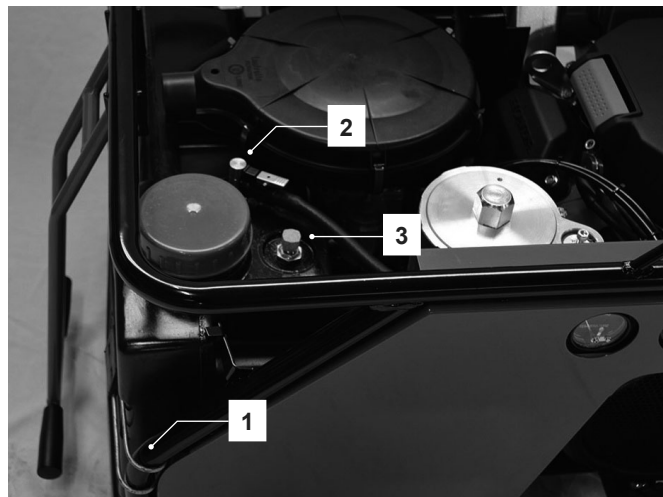

Figure 6B - VS90 DE / VS114 DE
- dévisser le reniflard (voir figure 6B) ;
- réamorcer le circuit en pressant la pompe manuelle (1) jusqu'à sentir une résistance indiquant que le circuit d'alimentation est plein ;
- ouvrir la vanne de sortie d'air (2) ;
- tirer le starter (3) (démarrage à froid) ;
- tourner la clé (4) sur la position START et la maintenir jusqu'à démarrage du moteur.